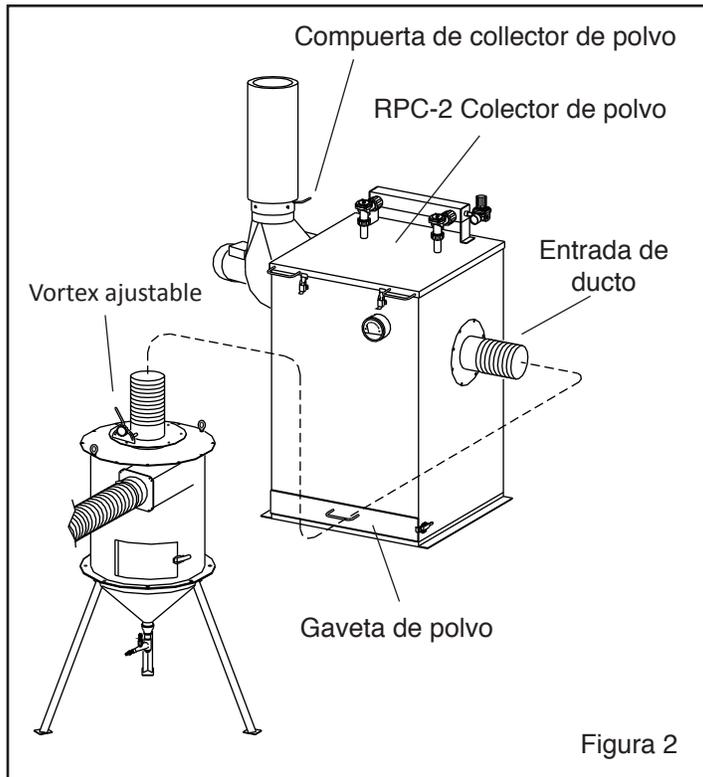

Figura 2
1.3.3 Refiérase a la configuración de la Figura 1 con un colector de polvo CDC-1. La ilustración muestra un separador ciclónico de pie modelo 900; los separadores ciclónicos 300 y 600 están montados en la parte posterior de la cabina. La Figura 2 muestra la configuración con un colector de polvo de pulso inverso RPC-2 con extractor de polvo (600 pcm o 900 pcm). Los opcionales RPH-2 (600 pcm y 900 pcm) o RPH-3 (1200 pcm) se instalan igual que el RPC, pero incluyen una tolva para almacenamiento adicional de polvo y se vacía en un tambor. La altura total del RPH es de aproximadamente 10 pies, 6 pulgadas, y de 12 pies cuando la puerta de acceso superior está abierta. Un colector RPC o RPH de mayor capacidad puede agregarse en cualquier momento.
**1.5.2** Colectores de Polvo RPC-2: Mostrado en la Figura 2, este colector está disponible en 600 pcm y 900 pcm. Filtros dobles de cartucho son periódicamente limpiados automáticamente por pulsos de aire comprimido. El polvo se recoge en una gaveta y debe ser vaciada frecuentemente. Refiérase al manual número 22788.
**1.5.3** Colector de Polvo RPH-2: Este está disponible en modelos de 600 pcm y 900 pcm. Se instala y opera igual que el RPC-2, como se ve en la Figura 2. Pero en vez que una gaveta para el polvo, el colector esta sobre una tolva, lo que proporciona almacenamiento adicional y se vacía a un tambor. Refiérase al manual número 21449.
**2.1.1** Refiérase a la Figura 1 (y a la Figura 2 para colector de polvo opcional RPC-2) para la configuración general. Coloque todos los componentes en una ubicación conveniente donde estén disponibles tanto aire comprimido como electricidad. La ubicación de la cabina debe cumplir con la OSHA y todos los códigos de seguridad locales. Permita un acceso total a todas las puertas y áreas de servicio, y para el manejo eficiente de piezas grandes. Proporcione suficiente espacio al colector de polvo para su mantenimiento y para retirar el contenedor de polvo. Coloque separador ciclónicos verticales directamente detrás de la cabina con conexiones de manguera flexible y válvula dosificadora mirando hacia la cabina. Coloque los separador ciclónicos verticales directamente detrás de la cabina con las mangueras flexibles y la válvula dosificadora mirando hacia la cabina para minimizar el número de curvas. Determine la mayor ubicación para todos los componentes y colóquelos antes de instalar las conexiones de aire comprimido, conexiones eléctricas y mangueras flexibles.